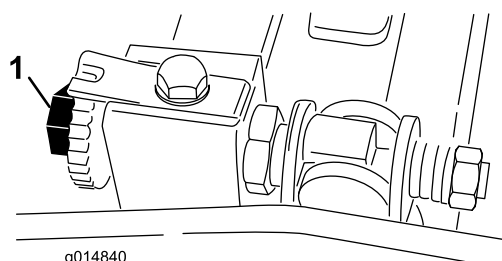

Bild 52
3. Drehen Sie die Spindel so, dass ein Messer die Untermesserkernte zwischen den Köpfen der ersten und zweiten Untermesserschraube an der rechten Seite der Schneideinheit überquert (Bild 52).
6. Drehen Sie die Einstellschraube des rechten Untermesserträgers, bis Sie einen leichten Druck (d. h. Widerstand) an der Beilagscheibe spüren, indem Sie sie von einer zur anderen Seite verschieben (Bild 52).